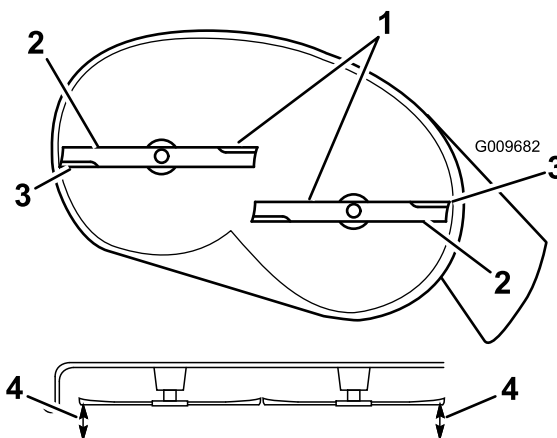
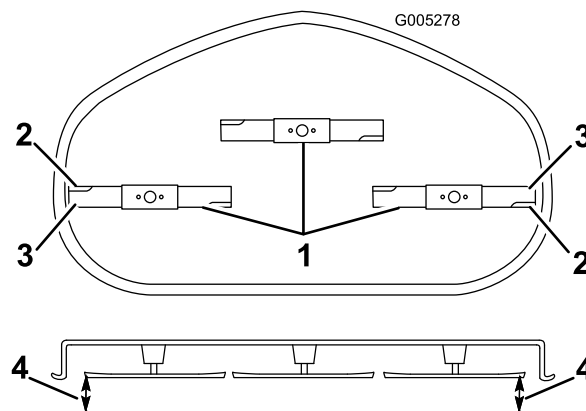

Figura 62
Figura 63
4. Rode cuidadosamente as lâminas para que todas estejam alinhadas (Figura 62 e Figura 63).
5. Meça entre as extremidades de corte exteriores e a superfície plana (Figura 62 e Figura 63).